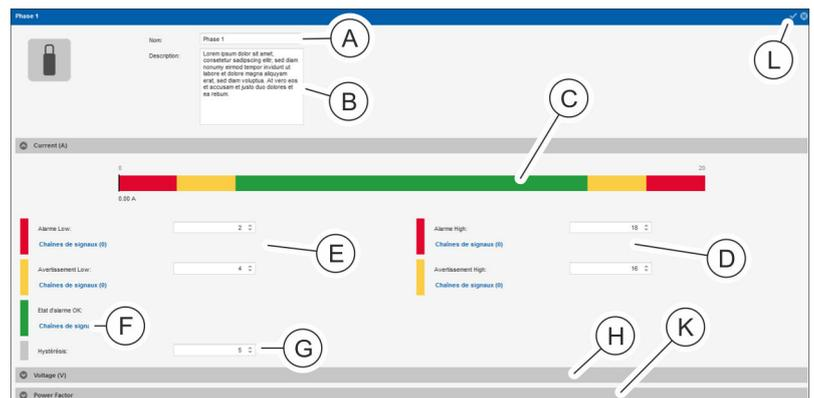

Fig. 128 : Affichage détaillé
4. ➤ Dans l'affichage détaillé, modifier si nécessaire la désignation de la phase (Fig. 128 /A) et, si nécessaire, ajouter une description (Fig. 128 /B).
5. ➤ Saisir une valeur pour « Avertissement High » et « Alarme High » dans la zone « Current (A) » (Fig. 128 /Ⓞ).
- ⇒ Les valeurs seuils sont affichées en couleur (Fig. 128 /Ⓞ).
8. ➤ Si nécessaire, affecter une chaîne de signaux (de manière similaire aux étapes 5 et 6) au paramètre « État d'alarme OK » dans la zone « Current (A) » (Fig. 128 /Ⓢ).
9. ➤ Saisir une valeur pour « Alarme Low », « Avertissement Low » et « Hystérésis » (en %) dans la zone « Current (A) » (Fig. 128 /Ⓢ et Ⓞ) et affecter une chaîne de signaux (de manière similaire aux étapes 5 à 7).
10. ➤ Répéter les étapes 5 à 9 pour la zone « Voltage » afin de régler la plage de tension (Fig. 128 /Ⓢ).
11. ➤ Répéter les étapes 8 à 9 pour la zone « Power Factor » (Fig. 128 /Ⓢ) afin de régler le facteur de puissance.
12. ➤ Appuyer sur le bouton « Enregistrer » (Fig. 128 /Ⓢ) pour confirmer la sélection.